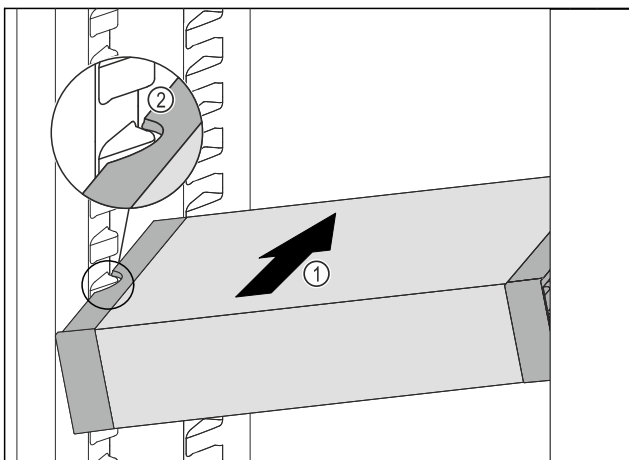

Fig. 88
- ▶ VarioSafe schuin in het koelgedeelte schuiven Fig. 88 (1), tot de uitsparingen aan de zijkant Fig. 88 (2) van de VarioSafe op de hoogte van de rib in het koelgedeelte zitten.